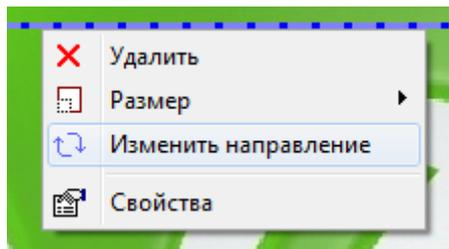
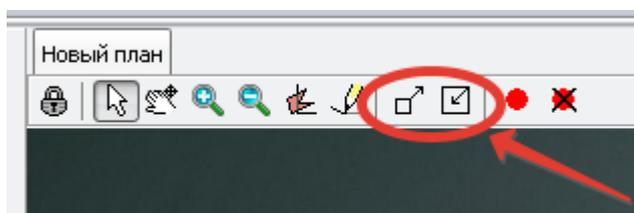

Рисунок 13 - Контекстное меню настройки периметра
Рисунок 15 - Кнопки изменения размера пиктограмм
- Начало и конец выделенной линии отображаются с помощью анимации – движущихся вдоль линии точек. Точки движутся от начала линии к концу. Поменять местами начало и конец выделенной линии периметра можно с помощью пункта меню «Изменить направление» (Рисунок 13).
- Увеличить или уменьшить размер точек, отображающих место тревоги, можно с помощью пункта меню «Размер» (Рисунок 13) или кнопок «Увеличить пиктограмму» и «Уменьшить пиктограмму» (Рисунок 15). Размер точек регулируется отдельно для каждой линии.